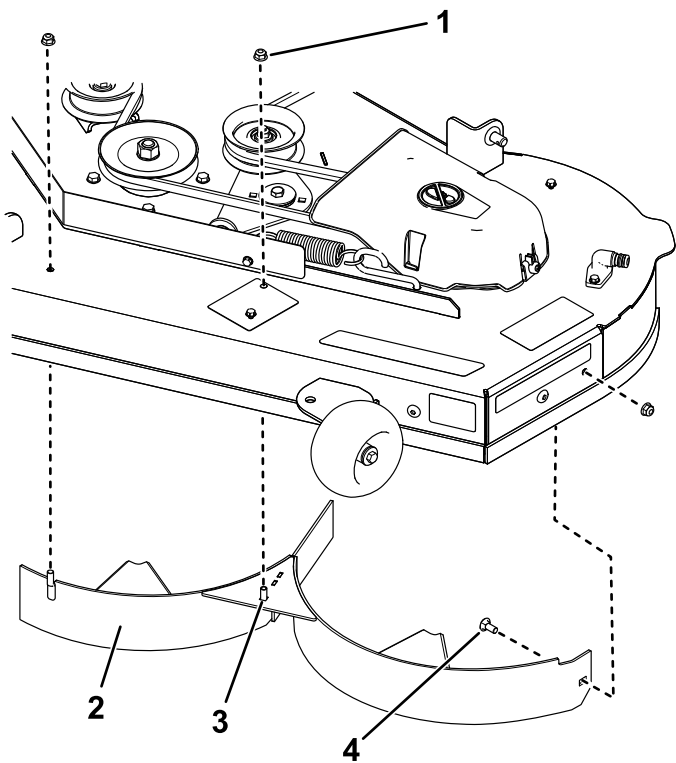

Figura 14
7. Retire las 2 contratuercas (5/16") de los espárragos soldados del deflector izquierdo (Figura 14).
8. Retire el perno de cuello cuadrado y las contratuercas que fijan el deflector izquierdo a la carcasa y retire el deflector (Figura 14).
9. Localice los 2 pernos en las piezas sueltas, y utilice las contratuercas existentes para instalar estas fijaciones en los taladros indicados en Figura 14 de la carcasa del cortacésped para evitar que se arrojen residuos al aire.